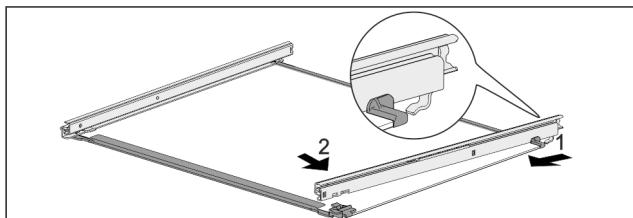

Fig. 53 Стъклена плоча с релси
- Закачете релсата отзад. Fig. 53 (1)
- Фиксирайте релсата отпред. Fig. 53 (2)